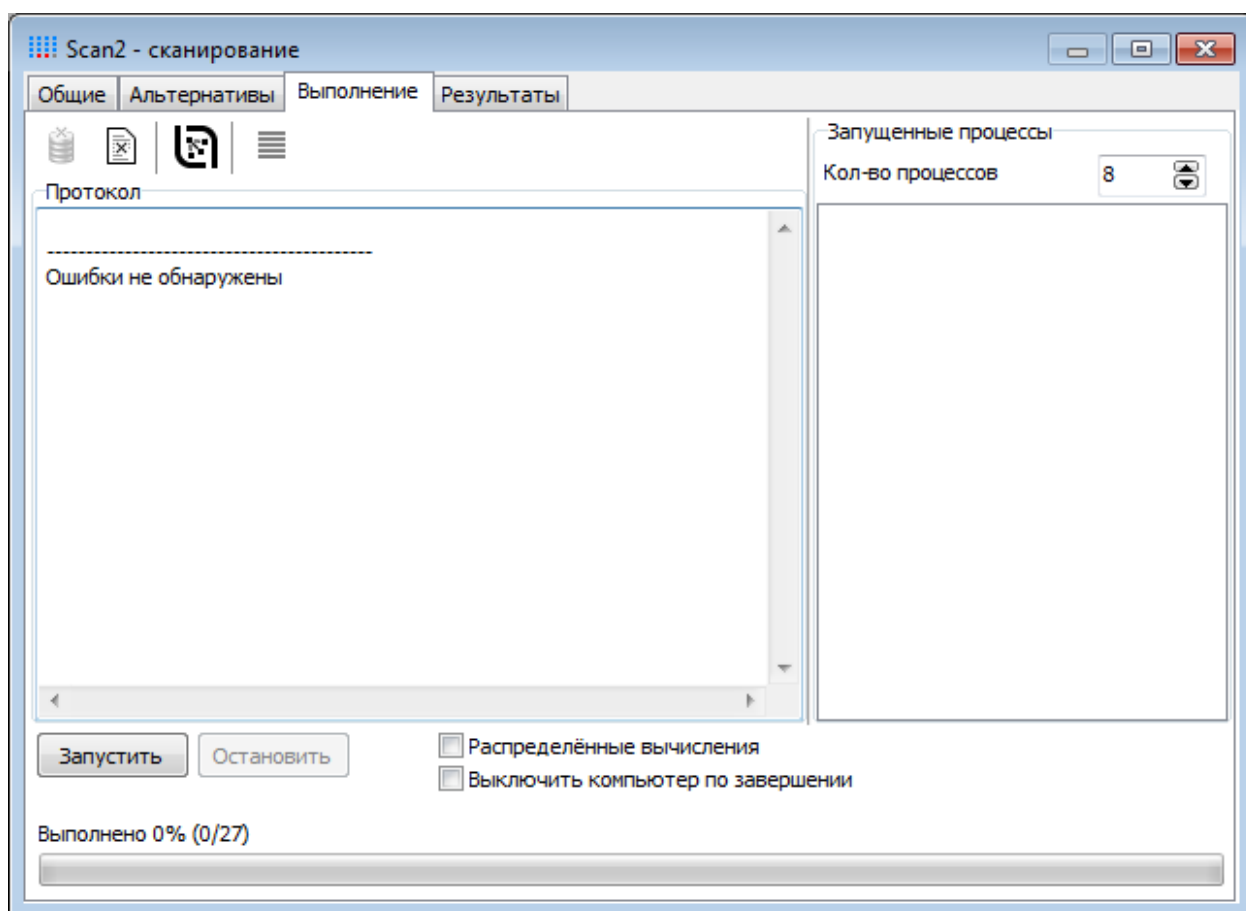

Рис. 2.13. Запуск проекта сканирования
2. При правильном описании проекта в поле **Протокол** появится сообщение «**Ошибки не обнаружены**», см. рис. 2.13.